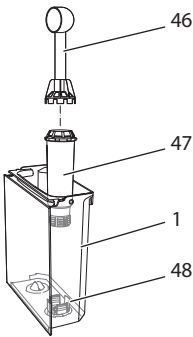

Fig. 25: Avvitare/svitare il filtro dell'acqua
- Rimuovere il filtro dell'acqua quando la macchina visualizza il corrispondente messaggio (vedere Fig. 25, pagina 157).